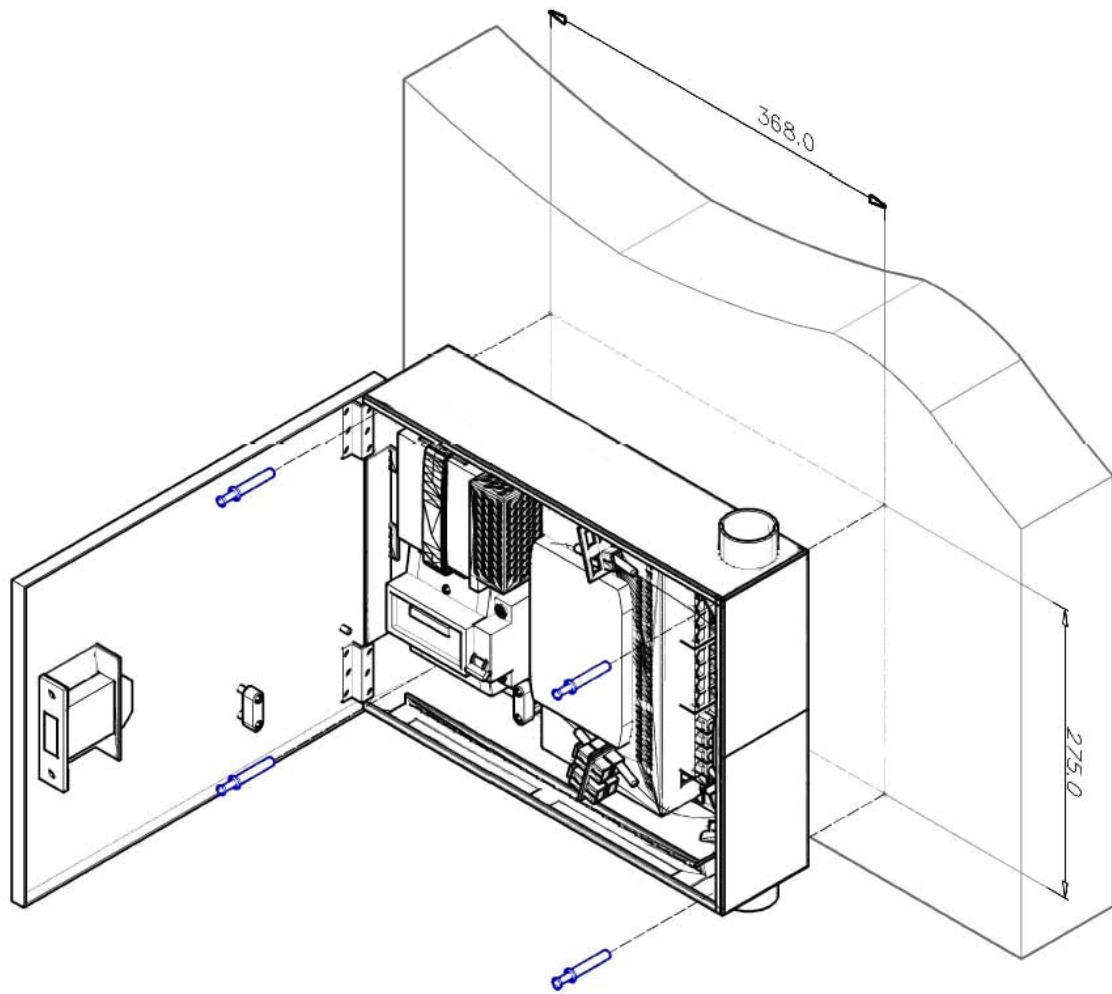

Рисунок 7.1 – Схема крепления корпуса УД к стене
2. Закрепить УД «Топаз» на стене с помощью дюбель-гвоздей, рисунок 7.1.